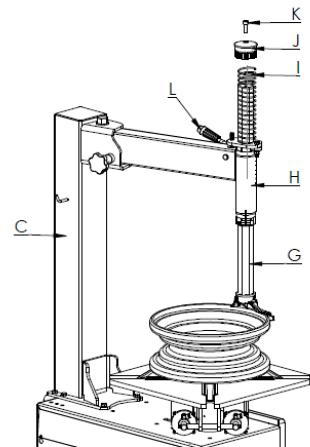

Fig. 6
- Schuif de (de)monterearm (G, fig.6) van onderuit door de zwenkarm (H, fig.6) en zet deze vast met arreterehendel (L, fig.6).
- **Let op** dat u de (de)monterearm (G, fig.6) in de goede richting monteert, voor referentie kunt u een velg op de tafel klemmen om te kijken hoe de kop moet staan.
- Zet de (de)monterearm (G, fig.6) nu vast in de bovenste positie met behulp van de arreterehendel (L, fig.6) en plaats vervolgens de veer (I, fig.6) en zet deze vast met behulp van de dop (J, fig.6) en de M10x30mm inbusbout (K, fig.6).
**LET OP!** Vergeet niet om de (de)monterearm (G, fig.6) vast te zetten met de arreterehendel (L, fig.6), deze valt namelijk automatisch naar onder, wat ernstige verwondingen tot gevolg kan hebben!